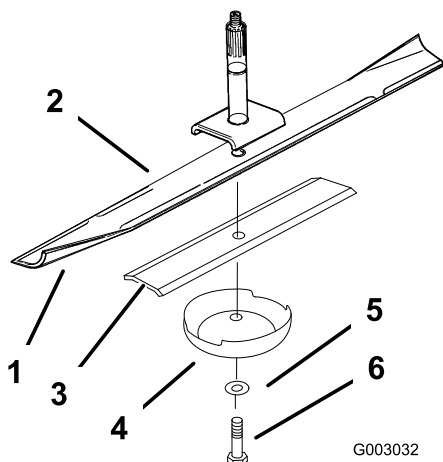
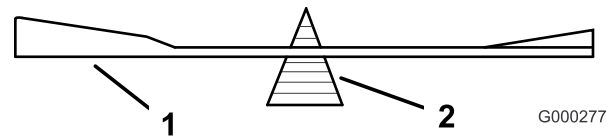

Figure 46
Figure 48
2. Enlevez de l'axe le boulon, le renfort de lame, la rondelle et la lame (Figure 46).
2. Vérifiez l'équilibre de la lame en la plaçant sur un équilibreur (Figure 48). Si la lame reste horizontale, elle est équilibrée et peut être utilisée. Si la lame est déséquilibrée, limez un peu l'extrémité de la partie relevée seulement (Figure 46). Répétez la procédure jusqu'à ce que la lame soit équilibrée.
1. Placez la lame sur l'axe (Figure 46).
Important: Pour obtenir une coupe correcte, la partie relevée de la lame doit être tournée vers le haut et dirigée vers l'intérieur du tablier de coupe (Figure 46).
2. Posez la lame, le renfort, la rondelle plate et le boulon de lame (Figure 46).